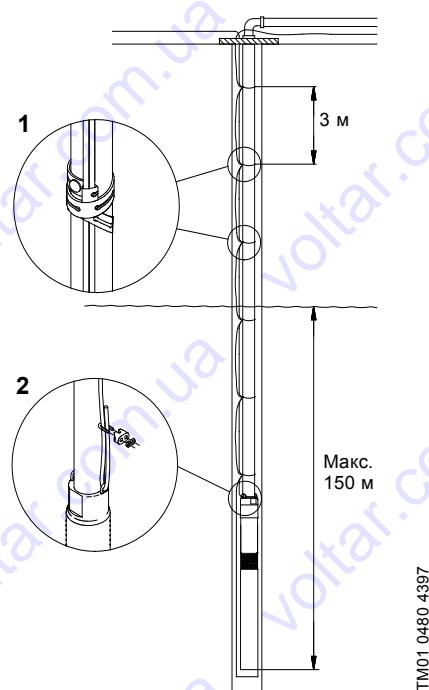

Рис. 11
На рис. 11 показана установка насоса с данными по:
Хомуты для зажима кабеля должны устанавливаться через каждые 3 метра, смотри рис. 11.
**Максимальная** глубина погружения относительно уровня воды: 150 м, смотри рис. 11.
Рекомендуется, страховывать насос с помощью стального троса, смотри рис. 11, поз. 2.